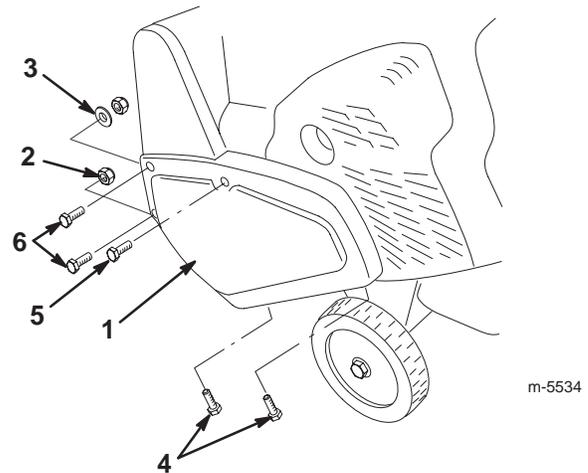

Figure 26
4. Retirez les fixations du couvercle de la courroie d'entraînement sur le châssis de la déneigeuse (Fig. 26). Mettez le couvercle de la courroie d'entraînement de côté.